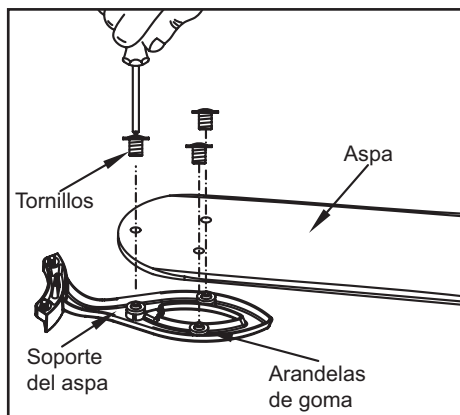

Figura 14
5. Fija el aspa a su soporte con los tornillos según se muestra en la Figura 14. Observa que las arandelas de goma están fijadas en